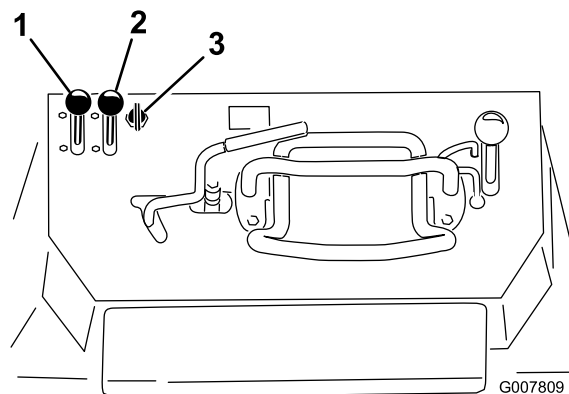

Figura 20
1. Mueva la palanca del acelerador a un punto intermedio entre las posiciones Lento y Rápido (Figura 20).
2. Mueva la palanca del estarter a la posición de Abierto (Figura 20).
- Modelo de arranque eléctrico: gire la llave a la posición de Marcha (Figura 20). Cuando el motor arranque, suelte la llave.
4. Mueva la palanca del estarter a la posición de Cerrado (Figura 20). Si el motor se cala o funciona de forma irregular, active el estarter otra vez hasta que el motor se caliente.
5. Mueva la palanca del acelerador a la posición deseada (Figura 20).
1. Mueva la palanca del acelerador a la posición de Lento (Figura 20).
3. Gire la llave a Desconectado (Figura 20).